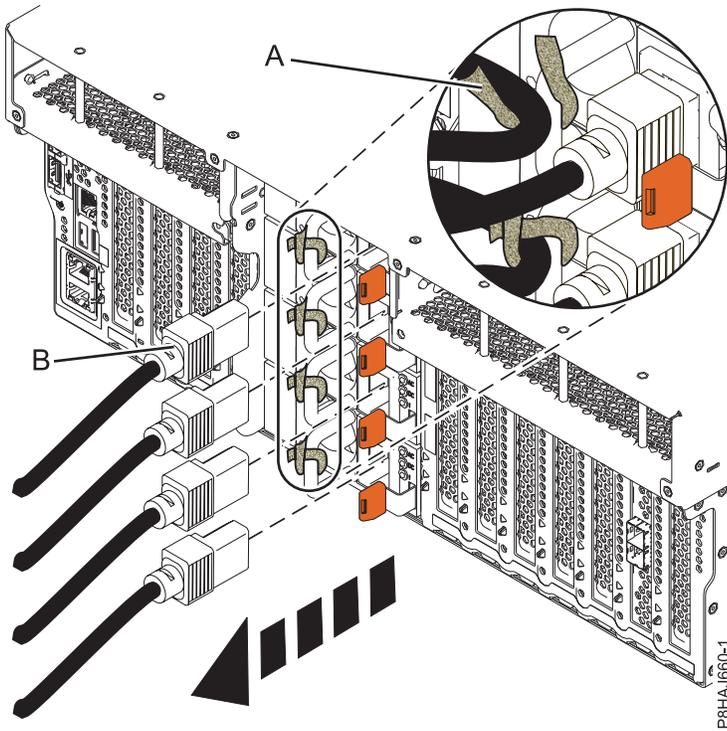
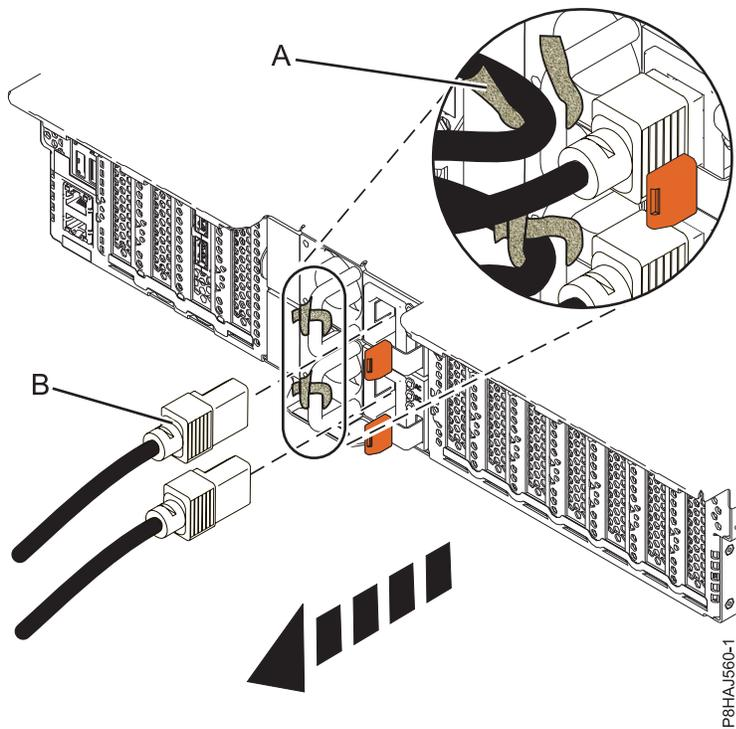
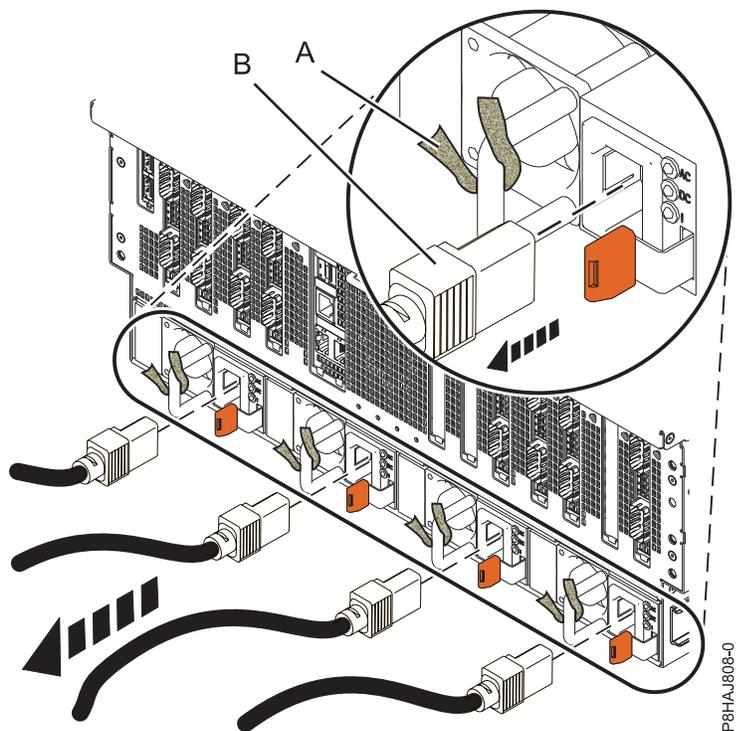

Figura 120. Remover os cabos de alimentação de um sistema 8247-42L, 8286-41A ou 8286-42A
Figura 121. Remover os cabos de alimentação de um sistema 5148-21L, 5148-22L, 8247-21L, 8247-22L, 8284-21A ou 8284-22A
Figura 122. Remover os cabos de alimentação de um sistema 8408-44E ou 8408-E8E
3. Desligue os cabos de alimentação **(B)** da unidade de sistema. Consulte Figura 120 na página 156, Figura 121 na página 157 ou Figura 122 na página 157 ou dependendo do tipo de sistema.